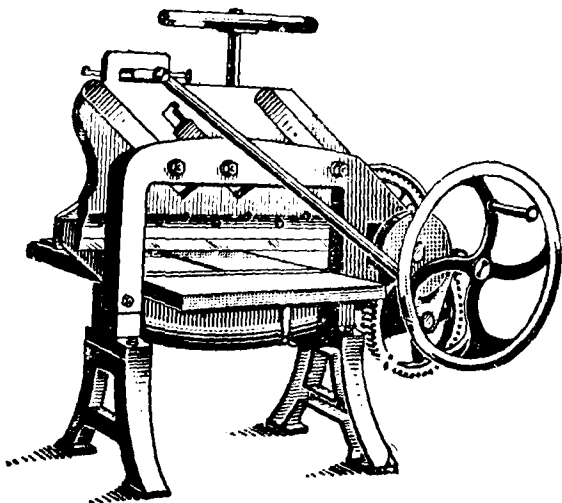

Рис. 10. Бумагорезальная машина
**Бумагорезальная машина.** Принцип устройства этой машины состоит в следующем: закрепленный на середине машины нож, опускаясь на стол, режет материал сразу всем острием с угла на угол, передвигаясь слева направо. У места соприкосновения ножа со столом в последнем сделано углубление для деревянного бруска (марзана), который делают из бука или из березы (рис. 10).